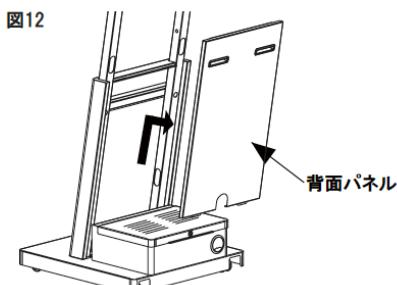

図12
- 本体背面のパネルをはずしてください。取っ手をつかみ引き上げると外れます。(図12)